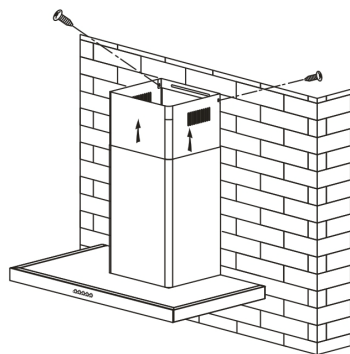

fig. 6
- Sollevare la canna fumaria superiore fino al limite massimo e fissarla alla forcina con l'aiuto delle viti. (fig. 6).